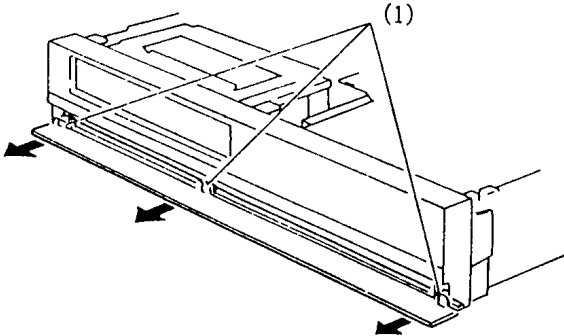

Abb. 3-1 Klappe zum zweiten Reglerfeld
1. Klappe zum zweiten Reglerfeld (Abb. 3-1)